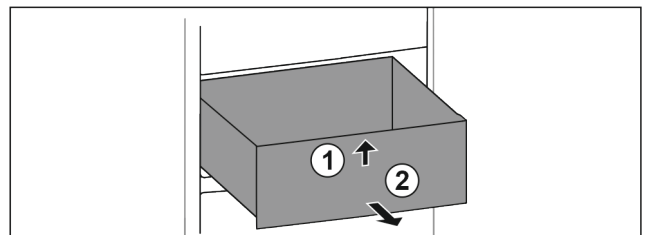

Fig. 30
- ▶ Levante el cajón por delante. Fig. 30 (1)
- ▶ Extraiga el cajón hacia delante. Fig. 30 (2)